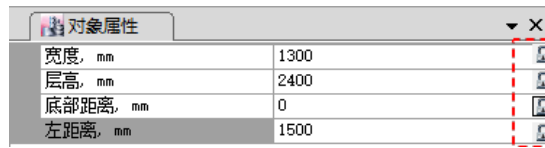

图 4-13 对象属性对话框
- 3) 在弹出的对话框中分别输入图 4-13 所示的数据，并点击右侧的图标将数据变为锁定状态。